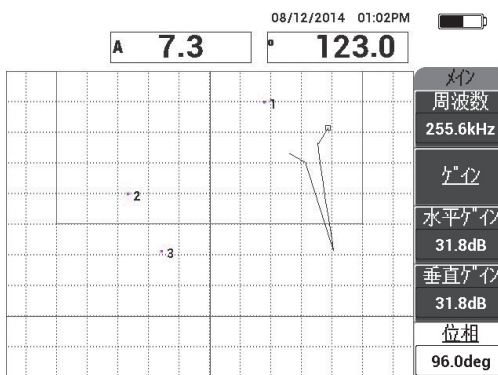

図 6-51 最も高い位置のドットが調整されたゲイン
12. **ゲイン** (B キー) を調整して、最も高い位置のドットが画面の高さの約 90 % になるように設定します (169 ページの図 6-51 参照)。